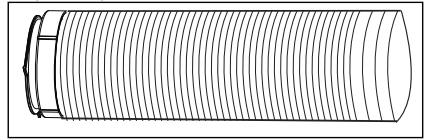

Abb. 7
4. Schrauben Sie das Anschlussstück B auf das andere Ende des Schlauchs auf (Abb. 7).